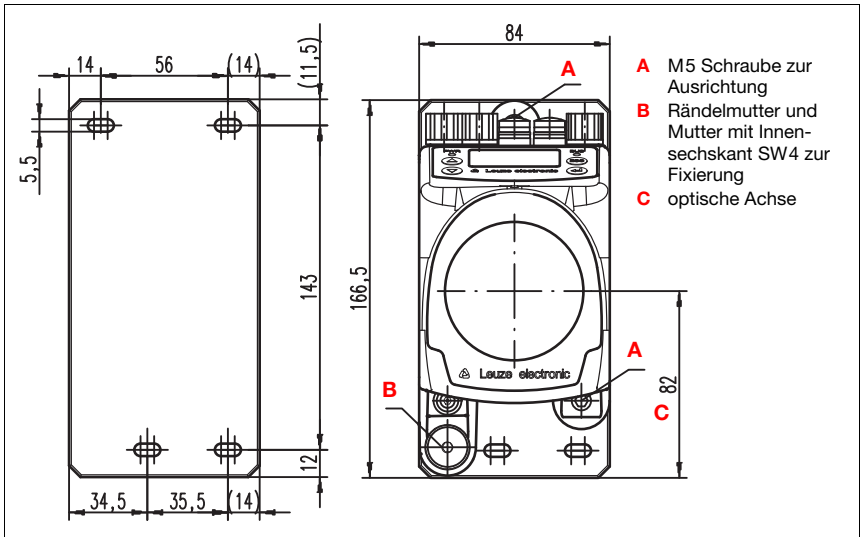

Bild 5.2: Gerätemontage
Der Laserlichtfleck wird so ausgerichtet, dass er bei minimaler wie auch maximaler Messentfernung immer in der Mitte des gegenüberliegenden Reflektors auftrifft. Benutzen Sie **zur Ausrichtung die beiden M5-Inbus-Schrauben** ("A" in Bild 5.2). Achten Sie darauf, dass während der Ausrichtung die Rändelmutter und die Kontermutter ("B" in Bild 5.2) weit geöffnet sind.
*Damit sich die Ausrichtung des Lasermesssystems im Dauerbetrieb nicht verstellt, ziehen Sie anschließend die Rändelmutter handfest an und kontern die Fixierung fest mit der Mutter mit Innensechskant SW4 ("B" in Bild 5.2). Rändelmutter und Mutter dürfen erst nach der Justage angezogen werden.*